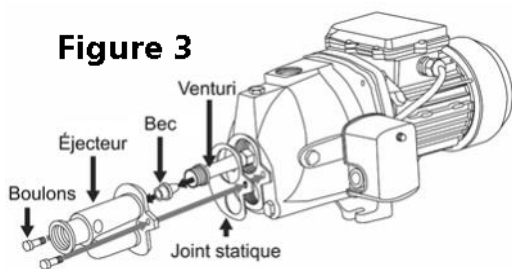

Figure 3
1. Installer la trousse d'éjecteur sur le carter de la pompe, comme montré dans la Figure 3.